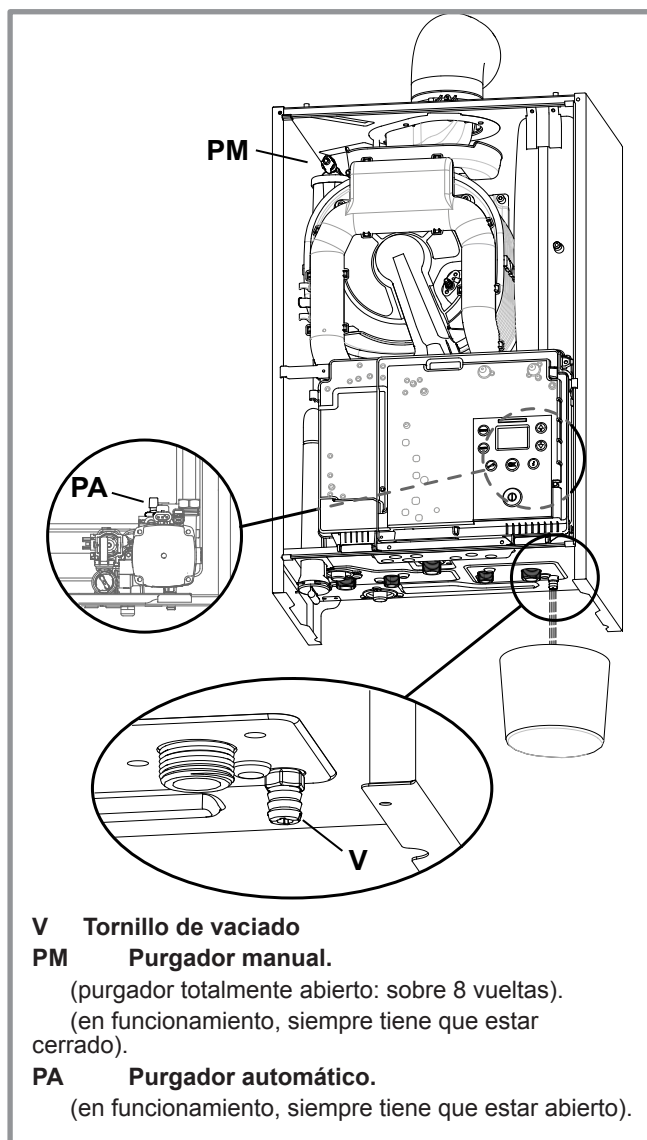

figura 31 - Purgadores y vaciado
- Abra el purgador manual (figura 31).